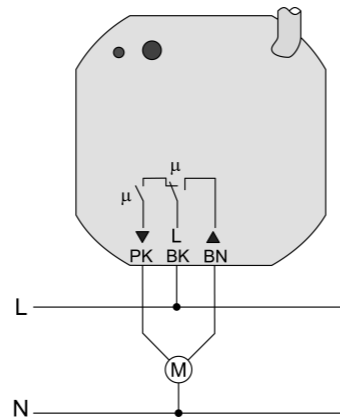

Figura 5
- Collegare il carico (figura 5). Utilizzare i morsetti di collegamento in dotazione.